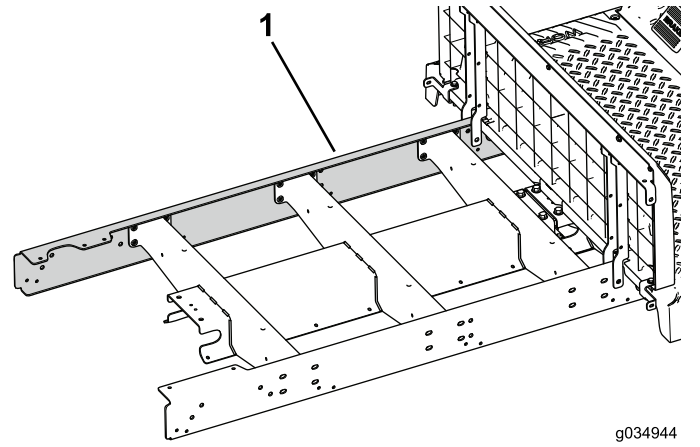

Bild 74
5. Befestigen Sie die Verlängerungsschiene lose an der linken Seite der Maschine (Bild 74).